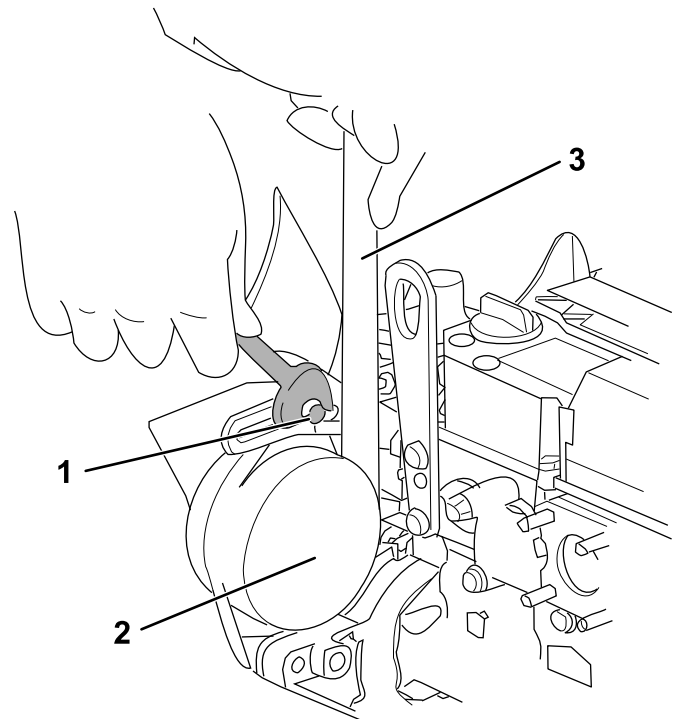

Figura 64
3. Allentate i bulloni di regolazione e i dadi, quindi spostate la cinghia usando una chiave per regolare la cinghia alla tensione corretta (Figura 64).
4. Serrate i bulloni di regolazione e i dadi (Figura 64).